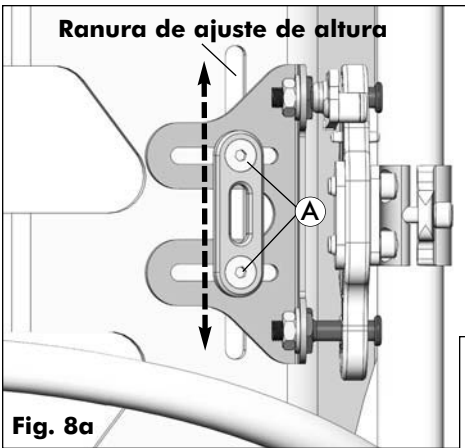
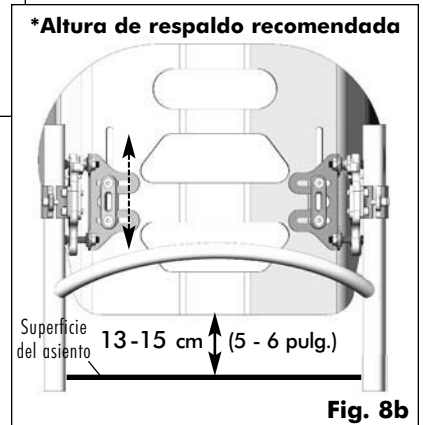

Fig. 8a
Fig. 8b
- 3 **Ajuste de la altura de MX2:** La altura del respaldo MX2 se puede ajustar cuando sea necesario, a través del canal ranurado de la estructura del respaldo MX2 (consulte la Fig. 8a). La altura recomendada del respaldo * es aproximadamente de **13-15 cm (5-6 pulg.)** desde la parte superior de la **superficie del asiento** (cojín o estructura del asiento; consulte la Fig. 8b).
- 4 Trabajando en un lado cada vez, afloje los componentes del soporte de montaje (A) y deslice la estructura del respaldo MX2 hacia arriba o hacia abajo hasta que logre la altura de respaldo deseada. **NOTA:** el rango de **Ajuste de altura del respaldo MX2** varía en función de la altura (longitud de ranura) de la estructura del respaldo MX2; consulte la **Tabla 1.0**.